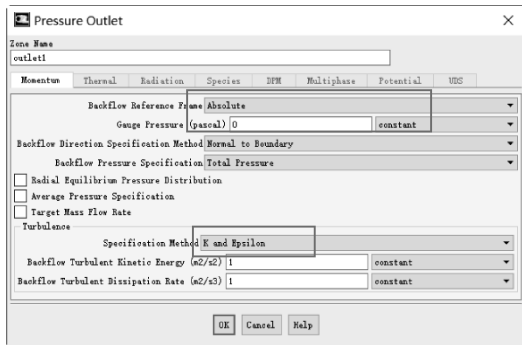

图 11-147 设置热水入口边界
(2) 单击【Zone】→【outlet1】→【Type】→【pressure-outlet】→【Edit…】，从弹出的对话框中，【Gauge Pressure (pascal)】= 0，【Turbulence】→【Specification Method】= K and Epsilon，其他默认，单击【OK】关闭窗口，如图 11-147 所示。